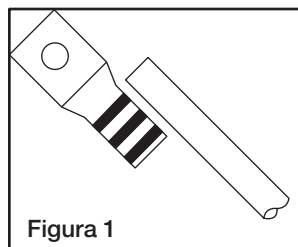

Figura 1
1. Revise la medida del cable marcado en el conector de aluminio para asegurarse que es el conector correcto para el Tamaño de cable a utilizar (Figura 1).